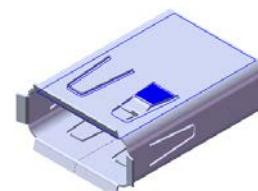

图 10.42 绘制的折弯 3
(3) 定义绘制的折弯参数。定义绘制的折弯位置。在“**折弯位置:**”选项中选取“折弯中心线”按钮，单击 \checkmark 按钮，并在其后文本框中输入值 45；取消 \square 使用默认半径(\square)复选框，在 折弯半径 文本框中输入值 1。
(4) 单击 \checkmark 按钮，完成绘制的折弯 2 的创建。
Step13. 创建图 10.42 所示的钣金特征——绘制的折弯 3。